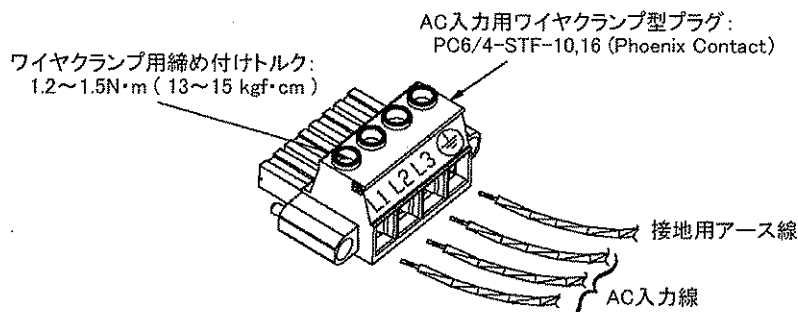

図 3-3 AC 入力プラグ
4. AC ケーブルを図のワイヤクランプ型の入力プラグに取り付けます。端子ネジを緩め、端子の中に剥離線を挿し込み、ネジでしっかりと締め付けて下さい（締め付けトルク：1.2～1.5N・m / 13～15 kgf・cm、図 3-3 参照）。AC ケーブル取付の際は、誤配線がないように十分にご注意下さい。